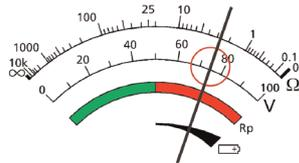

Abbildung 14: Messwert der Rauschspannung auf dem analogen Display
3. Ein Spannungsmesswert wird auf dem analogen Display angezeigt, wie in Abbildung 14 gezeigt.